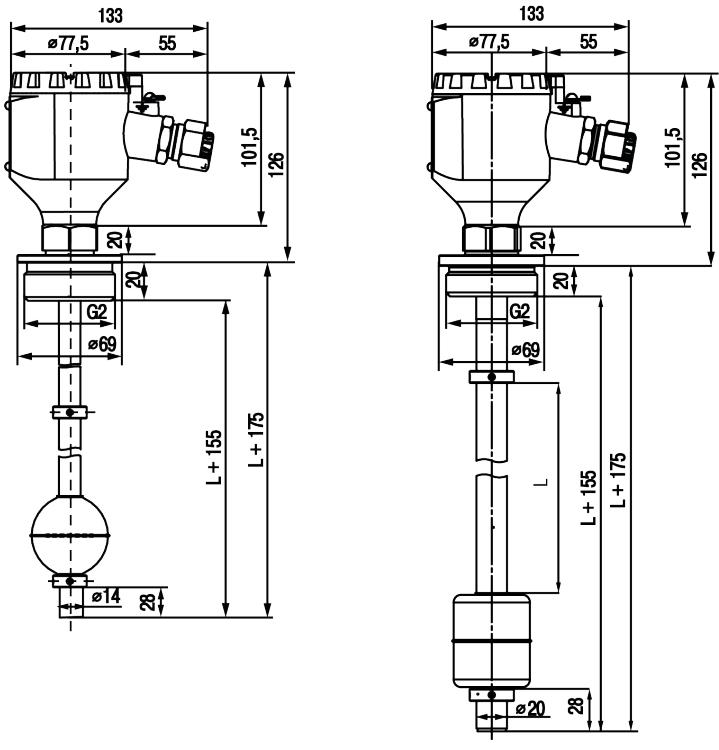

Рисунок 5.1 – Габаритные и присоединительные размеры
- убедиться, что габаритные и присоединительные размеры на технологическом объекте соответствуют размерам датчика (см. рисунок 5.1) – для исполнений с присоединительной резьбой G2;